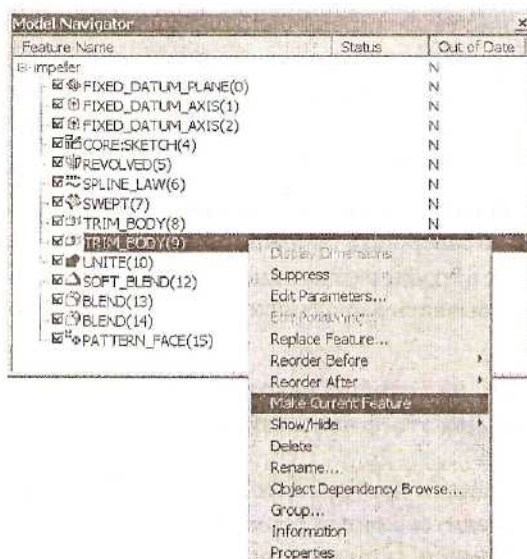

Рис. 2.49. Обращение к опции Make Current Feature из навигатора модели
Поставим курсор в навигаторе модели на элемент TRIM\_BODY(9) и нажмем на правую кнопку мыши. В выпавшем меню выберем опцию Make Current. Feature (Сделать данный компонент текущим), как показано на рис. 2.49.